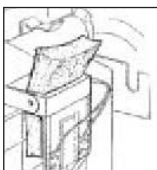
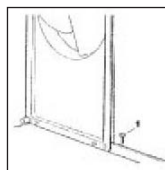

Fig 16.
Fig 17.
5) Débloquer le capteur et le déflecteur en ôtant les fixations 1 et 2 prévues pour éviter les dommages en cours de transport. (Fig 16 & Fig 17)